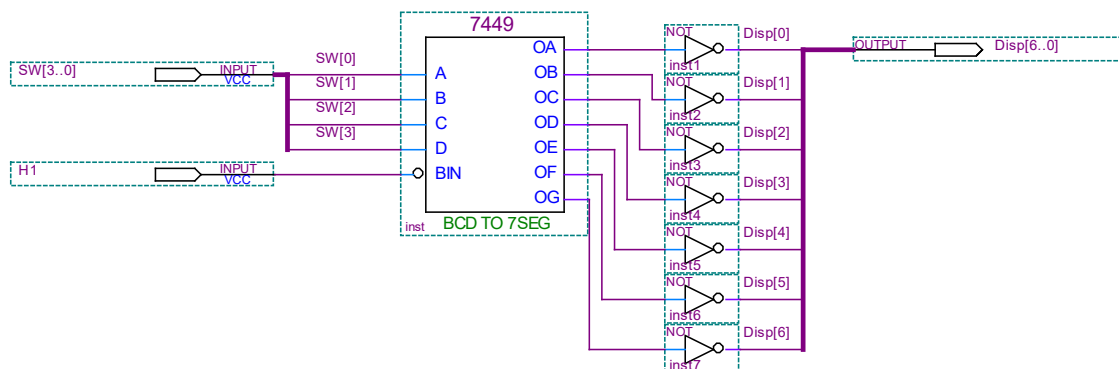

Figura 1. Convertor BCD a display 7 segmentos.
- Generar un proyecto en el **Quartus II** con el circuito indicado en la figura 1.